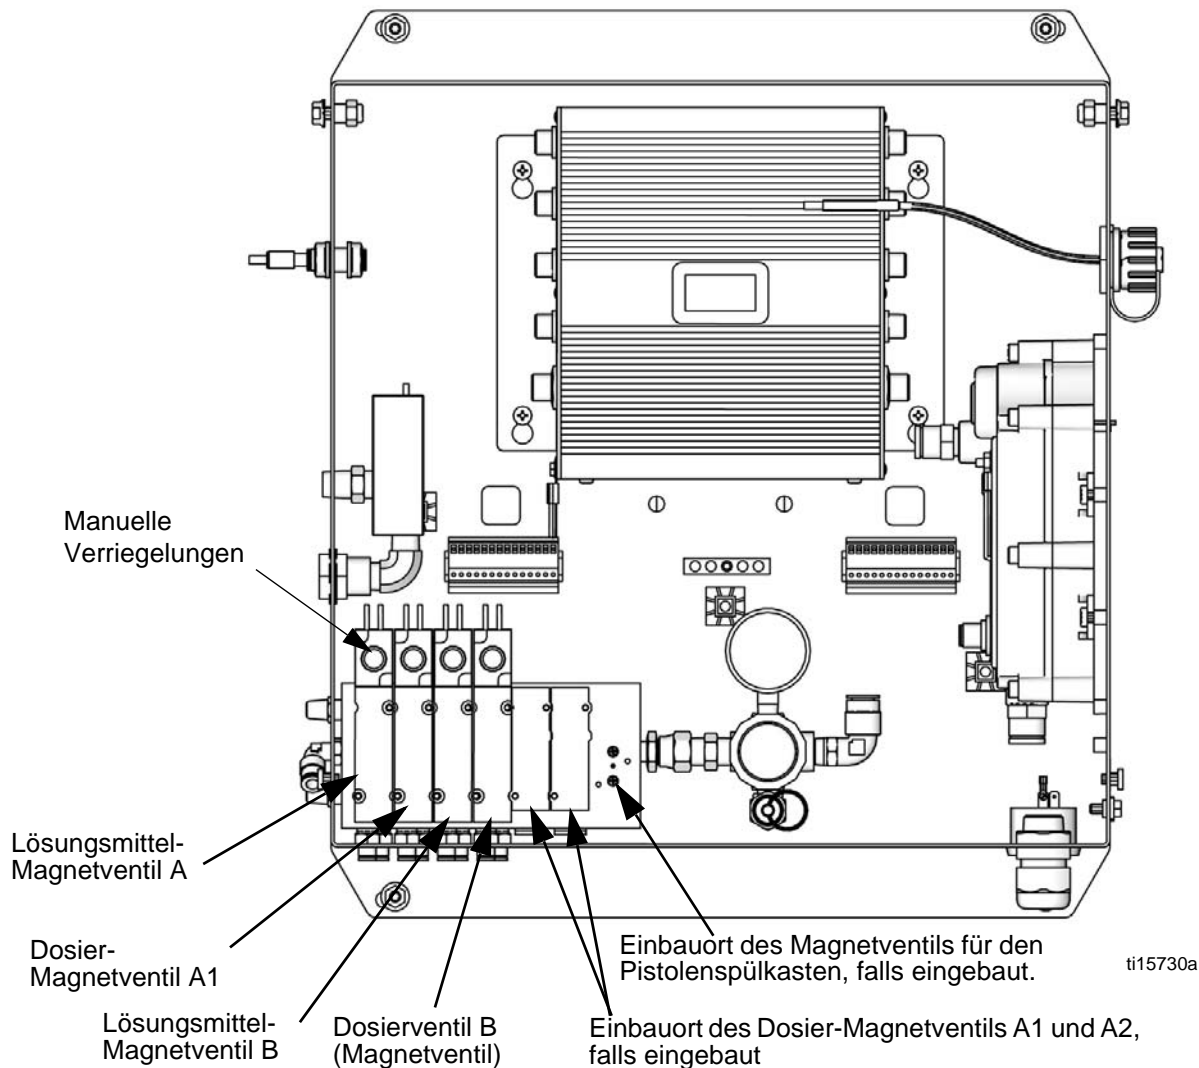

ABB. 22. Magnetventile im Steuerkasten
4. Während die Handsteuerungstaste der Pistole betätigt wird, die manuelle Verriegelung an den Dosier-Magnetventilen A1 (A2, A3) und B drücken, um den Druck abzulassen. Siehe ABB. 22.
7. Während die Handsteuerungstaste der Pistole betätigt wird, die manuelle Verriegelung an den Lösungsmittel-Magnetventilen A und B drücken, um den Lösungsmitteldruck abzulassen. Siehe ABB. 22. Sich vergewissern, dass der Lösungsmitteldruck auf 0 herabgesetzt wurde.